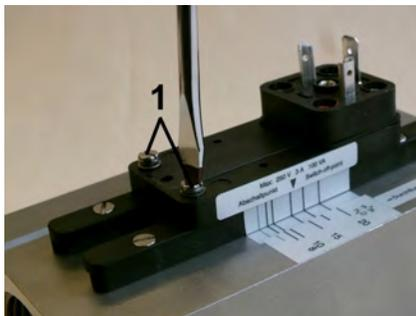

Abb. 47: Feststellschrauben lösen
3. ➤ Feststellschrauben (Abb. 47/1) des Schaltkontaktes mit einem Schlitzschraubendreher so weit lösen, dass er sich frei verschieben lässt
11. ▶ Feststellschrauben (Abb. 47/1) wieder festdrehen, dabei Anziehdrehmoment einhalten ( Kapitel 11.1 „Schrauben-Anziehdrehmomente“ auf Seite 71)